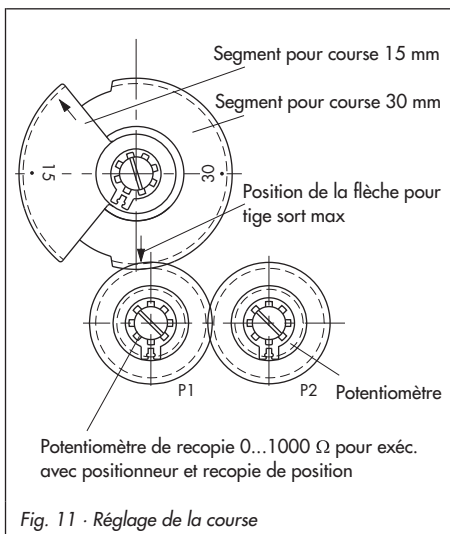

Fig. 11 · Réglage de la course
3. En fonction de la course nominale de la vanne (15 ou 30 mm), déplacer sur son axe le segment de la roue dentée, de telle sorte que la flèche se trouve au-dessus du pignon des roues dentées (fig.11).
trouve au-dessus du pignon du potentiomètre (Fig. 11).
Selon l'exécution, le servomoteur peut être équipé avec un ou deux potentiomètres (fig. 11). Sur les servomoteurs avec positionneur ou recopieur de position l'un des potentiomètres (P1) sert de contre-réaction interne, il ne peut donc pas être exploité par l'utilisateur.
que la flèche se trouve au-dessus du pignon du potentiomètre (fig. 11).